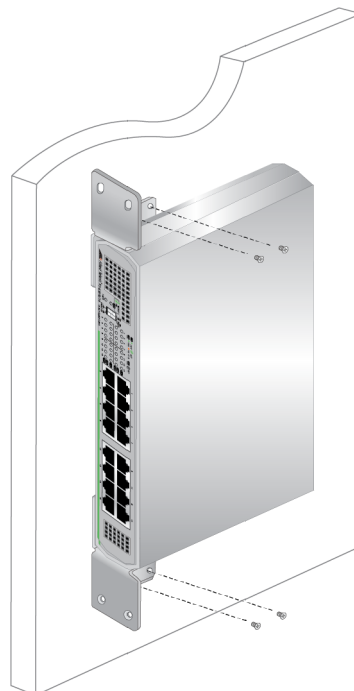

Рисунок 17. Крепление винтами через отверстия
- Приложите коммутатор к стене и закрепите его винтами, пропустив их через отверстия в кронштейнах. См. рис. 17.